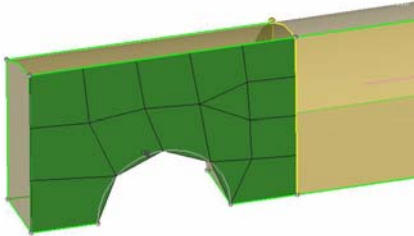

图 5-63 示出边上单元的数目
(7) 如图 5-63 所示, 左击图形区最左边的小实体带有面网格的边, 这样会显示出此边上单元的数目。